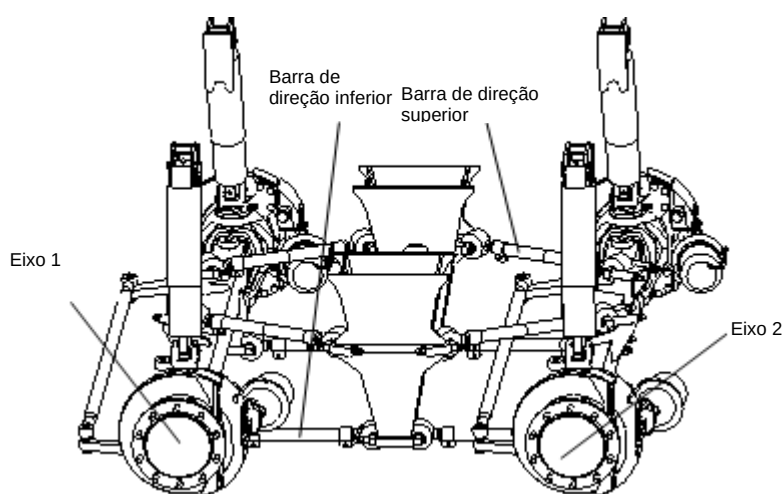

Figura 05 – 42
d) Regulagem do alinhamento das rodas de direção. Consulte a Figura 05 – 43